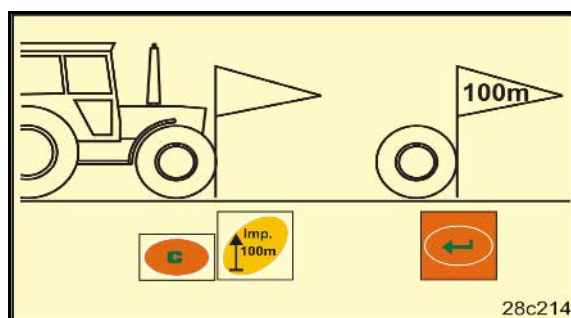

Рис. 73
2. Установите трактор в исходное положение (Рис. 73) а сеялку — в рабочее положение (дозирование посевного материала по возможности прекратите).